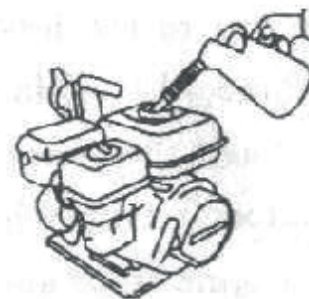

Fig. 8
- Quitar el tapón y controlar el nivel de combustible; si es demasiado bajo, agregar más cantidad (Fig. 8)